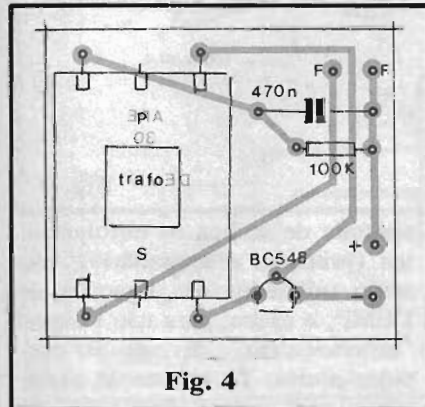

Fig. 4
- FIG. 4 - A montagem, propriamente, em toda a sua simplicidade, enfatizada no lado não coberto da placa, já com as poucas peças devidamente posicionadas... É o que chamamos em APE de "chapeado"... Notem, especialmente, os seguintes (importantes) pontos: Posição do BC548, com o seu lado "chato" voltado para a borda da placa, e colocação do "carretel" do transformador, com seu primário "P" (lado original